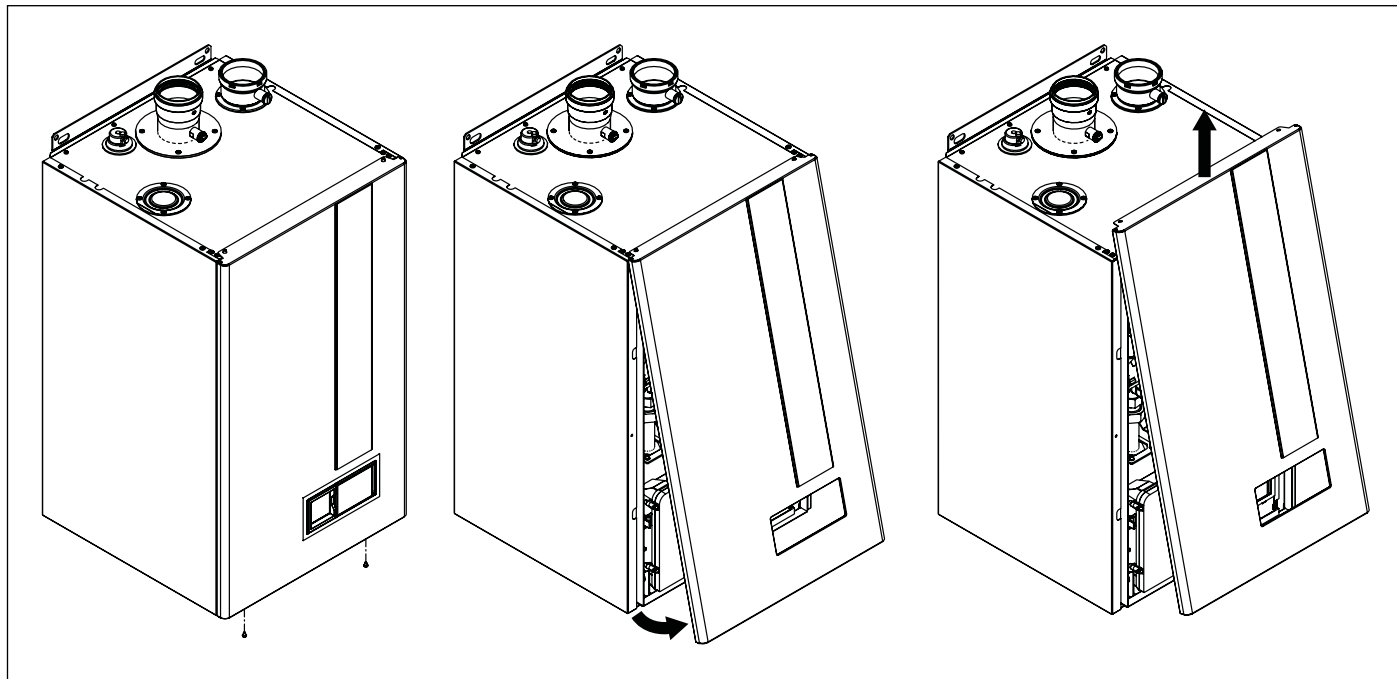

Fig. 26 Apertura revestimiento
- Quitar el recubrimiento delantero de la caldera (ver Fig. 26 Apertura revestimiento).